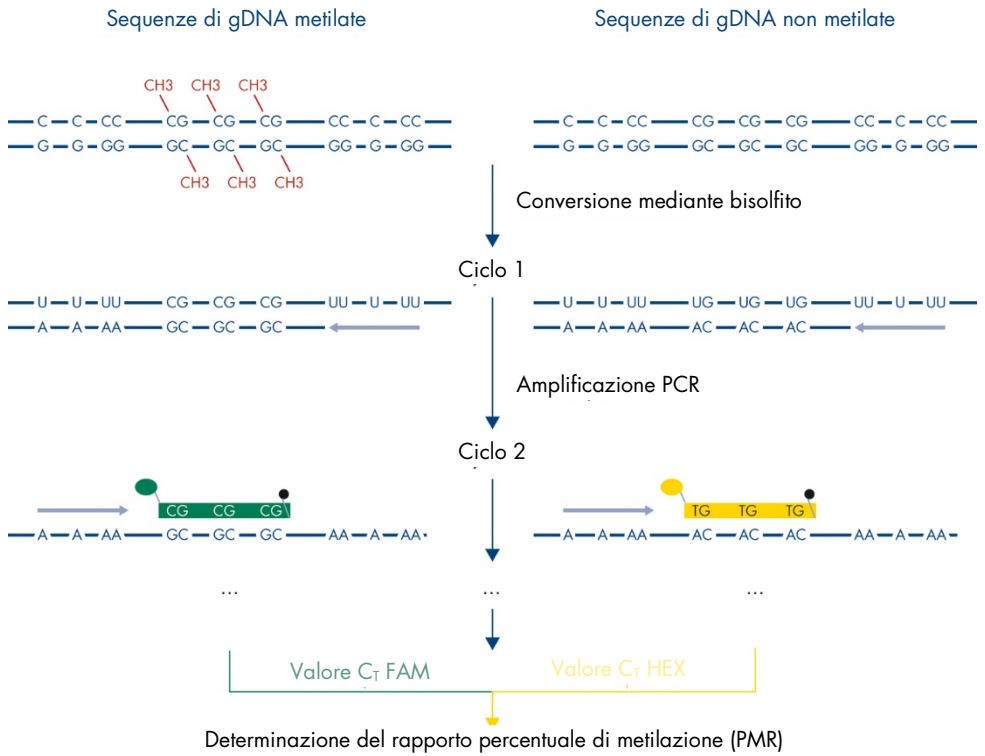
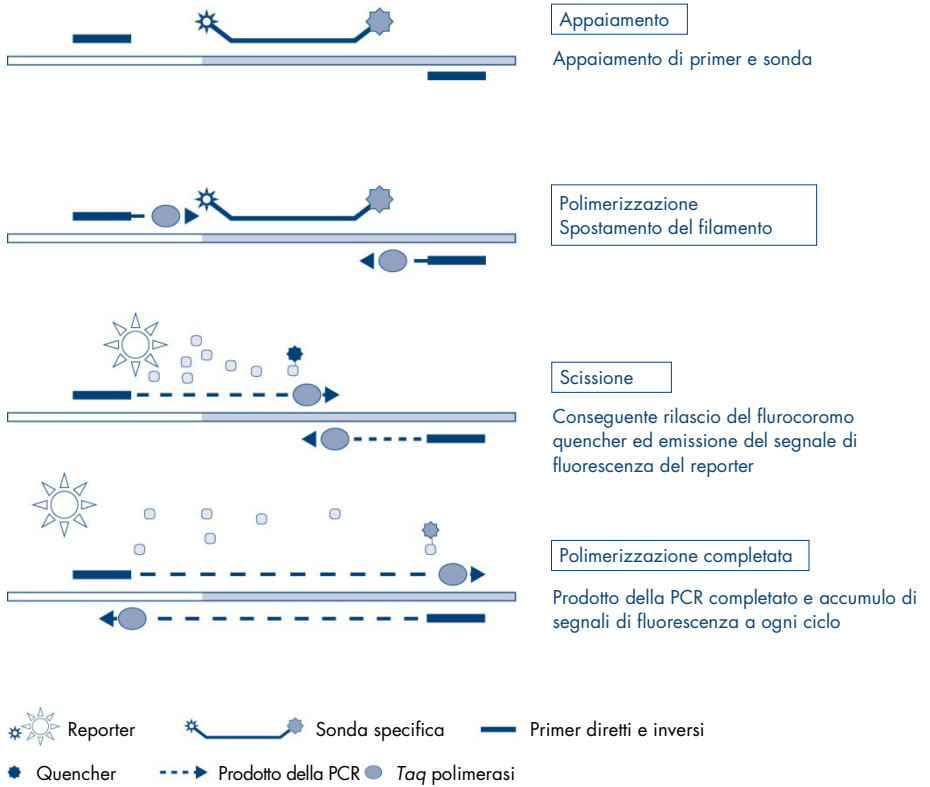

Figura 2. Principio del dosaggio mediante kit *therascreen* PITX2 RGQ PCR.
Figura 3. Principio del dosaggio di PCR in tempo reale TaqMan.
Il dosaggio effettuato con il kit *therascreen* PITX2 RGQ PCR sfrutta il principio della qPCR con idrolisi dell'oligonucleotide delle sonde TaqMan® in combinazione con primer non specifici della metilazione (Figura 2, pagina seguente). Questo dosaggio utilizza una coppia di primer che amplificano tutte le sequenze target bisolfito-convertite. Da questa amplificazione si ottengono due differenti segnali utilizzando due sonde TaqMan marcate con fluorocromi differenti. Queste sonde, costituite da oligonucleotidi marcati mediante un fluorocromo reporter 5' (FAM™ o HEX™) e un quencher downstream 3' privo di fluorocromo, ibridizza sulla sequenza target nel prodotto della PCR. Una sonda è specifica per le sequenze di bisDNA da sequenze metilate, marcate mediante fluorocromo FAM. L'altra è specifica per le sequenze di bisDNA da sequenze non metilate, marcate mediante fluorocromo HEX. L'analisi con la qPCR di tipo TaqMan sfrutta l'attività di esonucleasi 5'→ 3' della DNA polimerasi di *Thermus aquaticus* (*Taq*). Quando la sonda è intatta, la vicinanza tra il fluorocromo reporter e il quencher determina la soppressione della fluorescenza del reporter, principalmente per un trasferimento di energia di tipo Förster. Se durante la PCR il target di interesse è presente, entrambi i primer diretti e inversi (Forward/Reverse) si appaiano in modo specifico e affiancano la sonda appaiata. L'estremità 3' della sonda è bloccata per impedire l'estensione della sonda durante la PCR (Figura 3, pagina 11). Nella fase di polimerizzazione, l'attività di esonucleasi 5'→ 3' della DNA polimerasi scinde la sonda liberando il quencher e determinando l'emissione del segnale di fluorescenza del reporter. I frammenti della sonda vengono quindi allontanati dal target e la polimerizzazione del filamento prosegue. Questo processo si verifica a ogni ciclo e non interferisce con l'accumulo esponenziale del prodotto (Figura 3, pagina 11). L'aumento del segnale di fluorescenza viene rilevato soltanto se la sequenza target è complementare ai primer e alla sonda e viene pertanto amplificata durante la PCR. Il numero del ciclo PCR al quale la fluorescenza di una particolare reazione supera i valori di soglia predefiniti (dati da *therascreen* PITX2 Assay Package) è denominato valore di C_T.
I risultati del dosaggio effettuato con il kit *therascreen* PITX2 RGQ PCR Kit sono due valori di C_T , uno per FAM e uno per HEX. Dal valore del ΔC_T tra i due segnali viene calcolato un valore di PMR (Figura 2, pagina seguente). Il calcolo del valore di PMR è basato sulla seguente formula (11):